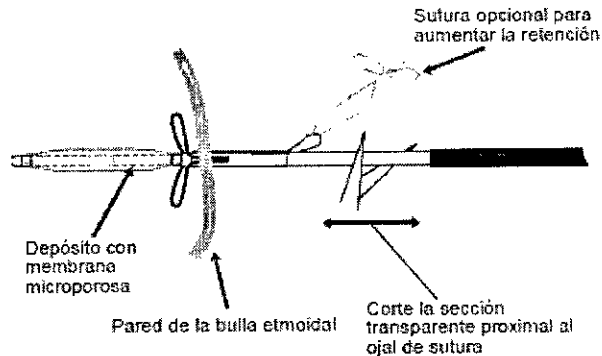

Figura 4. Corte del catéter espaciador MicroFlow en la sección transparente
a. Mediante un endoscopio, recorte la sección transparente del eje del catéter proximal al ojal de sutura. La posición exacta del corte en la sección transparente del catéter queda a criterio del médico (figura 4).